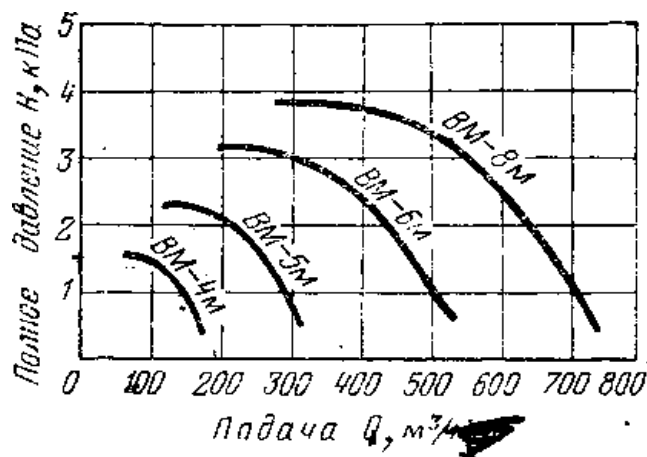

Рисунок 2 - Зависимость полного давления вентиляторов от подачи
7. Подбираем вентиляторы, исходя из значений: $Q_{В} = 3,85 \text{ м}^3/\text{с} = 230 \text{ м}^3/\text{мин}$ и $H_B = 3037 \text{ Па}$. Принимаем вентилятор ВМ-6М, который при $Q_{В} = 230 \text{ м}^3/\text{мин}$ обеспечит давление $H = 3100 \text{ Па}$ (см. график на рис. 2 для вентилятора ВМ-6М).